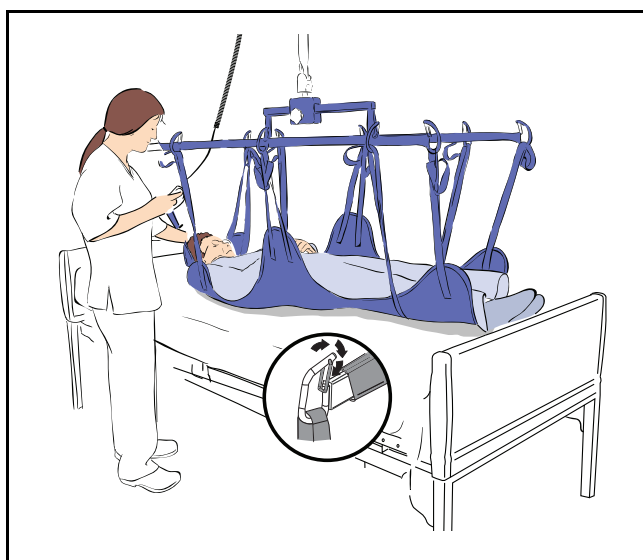

Fig. 13
- 5) Fest alle seilløkkene forsvarlig (se Fig. 13).
ADVARSEL: Når du fester et løkkeseil til den justerbare bærerammen, må du alltid påse at seilfesteløkkene er plassert riktig og at låsehakene lukker krokene som vist i fig. 13.